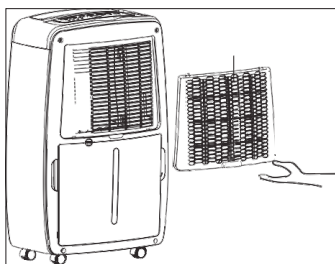

Fig. 1
1. Retire el soporte del filtro (Fig. 1).